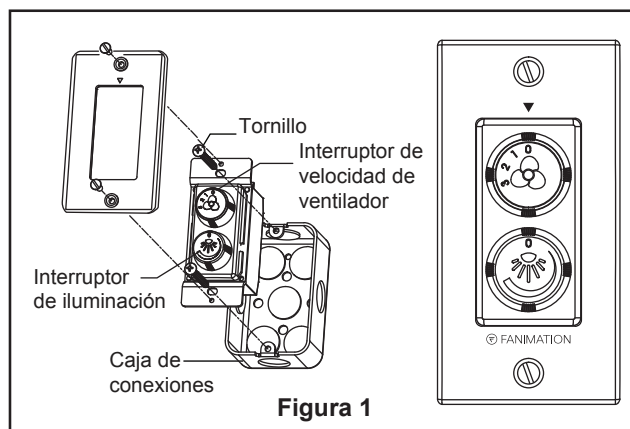

Figura 1
- ☐ 1. Asegure el control instalado en la pared en la caja de conexiones con los dos tornillos suministrados. A continuación, la placa frontal fija el control de pared con los dos tornillos pintados. (Figura 1)